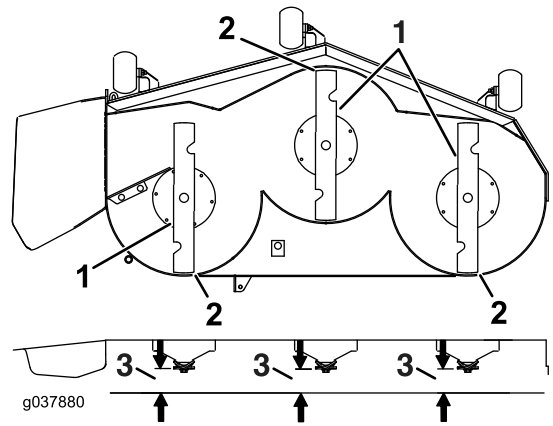

Figure 96
7. Vérifiez l'inclinaison avant/arrière des lames (Figure 96). Vérifiez que la pointe avant de la lame est plus basse que la pointe arrière, comme montré dans le tableau de hauteur de cales et d'inclinaison. Si un réglage est nécessaire, poursuivez cette procédure.